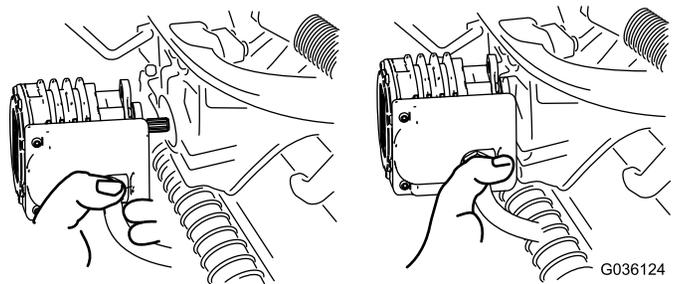

Рисунок 56
4. Переместите электродвигатель на место хранения на передней стороне рычага подвески (Рисунок 56).